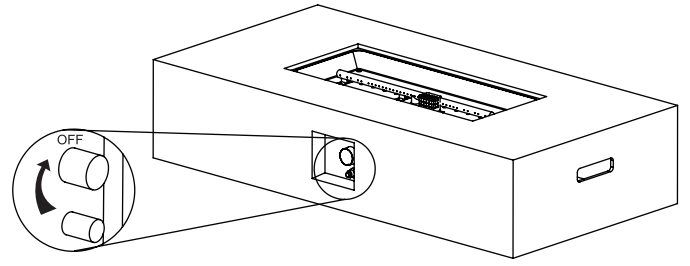

Figure 2
2. Devam etmeden önce gaz kontrol düğmesinin "OFF" konumunda olduğundan emin olun (bkz. Figure 2).